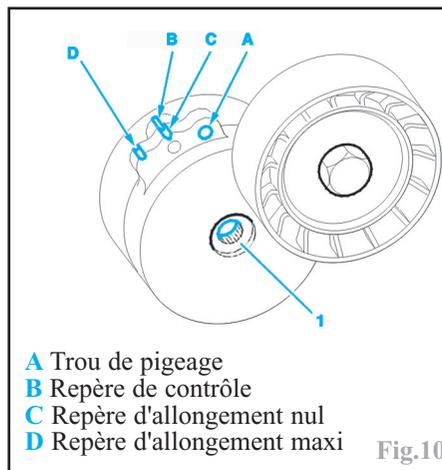
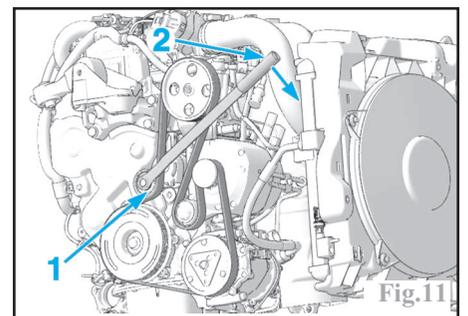

Fig.10
Fig.11
Agir sur le galet tendeur (1) à l'aide de l'outil **0188-Z** (2) (Fig.11) ou d'une clé hexagonale jusqu'à la mise en place d'une pige de diamètre **4 mm** dans le trou de pigeage A (Fig.10).
Caractéristiques galet tendeur (Fig.10)
repérer le sens de rotation de la courroie dans le cas de sa réutilisation. Lors de la dépose, si les repères **D** et **B** coïncident (Fig.10), procéder à l'échange de la courroie d'accessoires. Vérifier la libre rotation du galet tendeur sans point dur; dans le cas contraire, le remplacer.